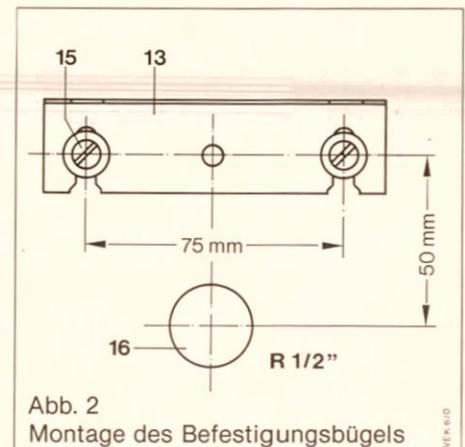

Abb. 2
Am Kaltwasseranschluß (16) die Montageschablone anlegen, wie in Abb. 2 gezeigt. Die Befestigungspunkte anreißen, zwei Bohrungen \varnothing 5 mm waagrecht und symmetrisch über dem Kaltwasseranschluß anbringen und Dübel einsetzen. Das Kaltwasser-Absperrventil (11) so einschrauben, daß die Absperrschraube (12) nach unten zeigt. Den Befestigungsbügel (13) vom VEK 5/3 abnehmen. Dazu die Befestigungsschrauben (14) lösen, jedoch nicht herausdrehen. Befestigungsbügel (13) wie in Abb. 2 gezeigt mit den beiden Holzschrauben (15) in der Wand befestigen. Den Kochendwasserboiler VEK 5/3 auf den Befestigungsbügel (13) aufschieben und das Kaltwasser-Absperrventil (11) anschrauben.